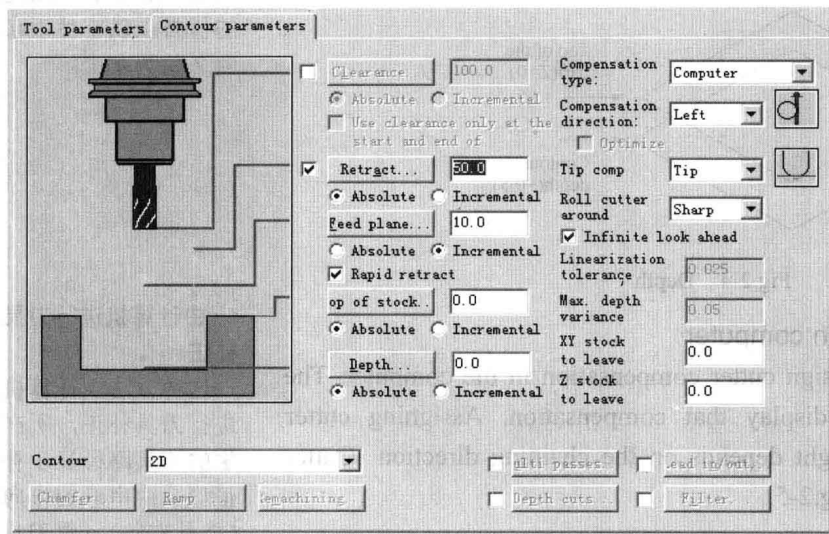

Fig.2-3 Contour parameter
2.1.1 Contour Parameter(Shown as the fig.2-3)
2.1.1 外形铣削参数 (见图 2-3)